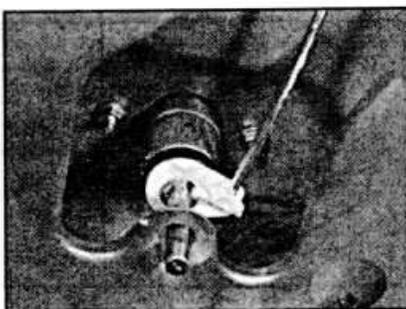

Рис. 11.52. Расположение стопорных гаек крепления цилиндра замка.
- Отвинтите винт и снимите скобу крепления цилиндра замка или отвинтите 2 стопорные гайки крепления цилиндра замка (см. рис. 11.52).